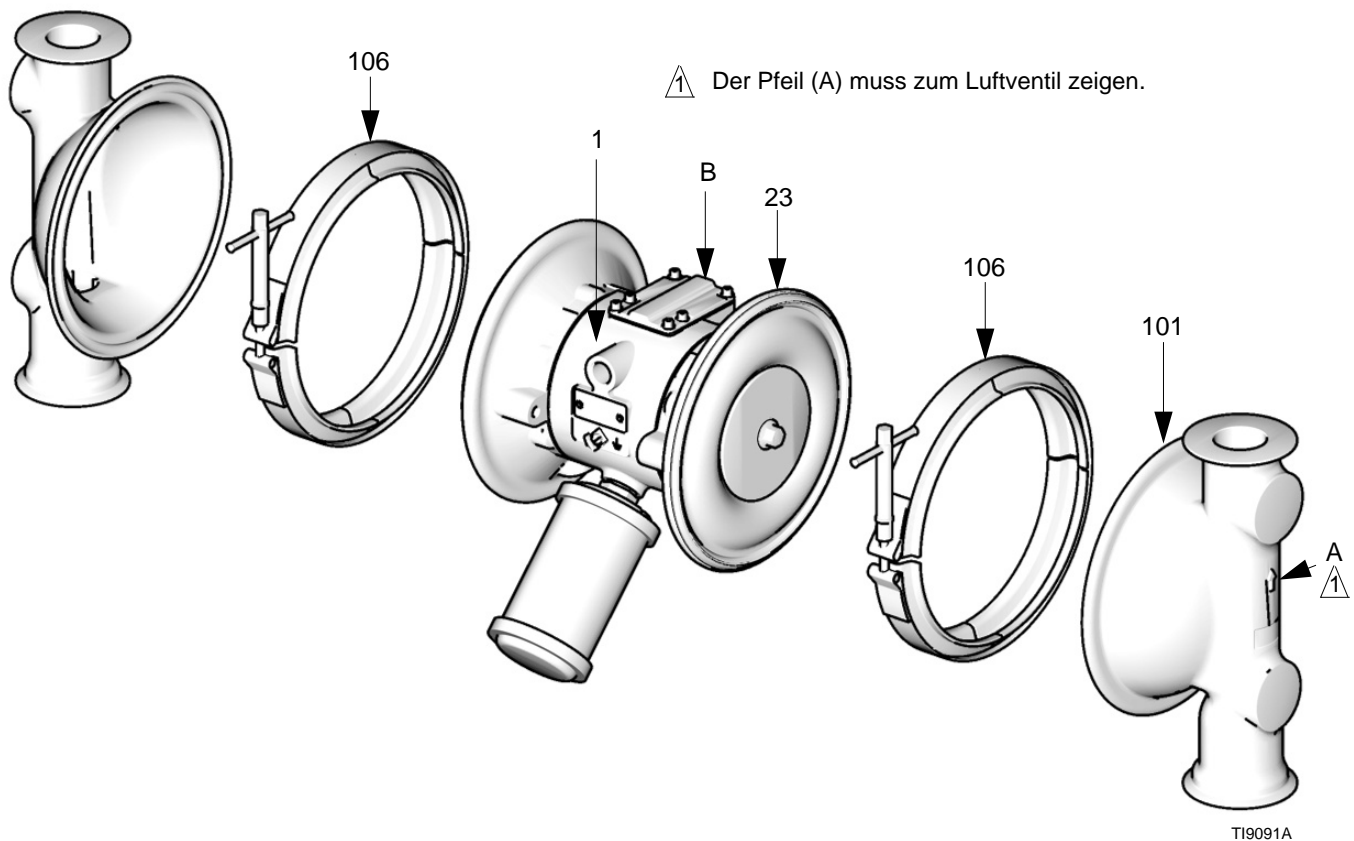

ABB. 10
3. Die Klammern (106) abnehmen, mit denen die Materialdeckel (101) an den Luftdeckeln (23) befestigt sind. Die Materialdeckel (101) von der Pumpe abziehen. Siehe ABB. 10.
- c. Die Membrane (403*) anbringen. Darauf achten, dass die mit AIR SIDE markierte Seite zum Mittelgehäuse (1) zeigt.
- d. An PTFE-Modellen die Rückplatte (401*) auf die Schraube stecken. Darauf achten, dass die mit AIR SIDE markierte Seite zum Mittelgehäuse (1) zeigt.
- e. Die luftseitige Membranplatte (104) so anbringen, dass die abgerundete Seite zur Membran (401) zeigt. An dieser Platte ist die Artikelnummer eingestanz.
- f. Mittelstarkes (blaues) Gewindehaftmittel auf das Gewinde der Schraube (107) auftragen. Die Schraube handfest in die Welle (24) schrauben.
3. Die Membranwelle (24) der Länge nach und an den Enden einfetten und durch das Gehäuse (1) schieben.
5. Eine Wellenschraube (107) mit einem Schlüssel halten und die andere Schraube auf 81-95 N•m (60-70 in-lb.) bei max. 100 U/min anziehen.
6. Die Materialdeckel (101) und das Mittelgehäuse (1) so ausrichten, dass die Pfeile (A) an den Deckeln in dieselbe Richtung zeigen wie das Luftventil (B). Die Deckel mit den Klammern befestigen. Siehe ABB. 10.